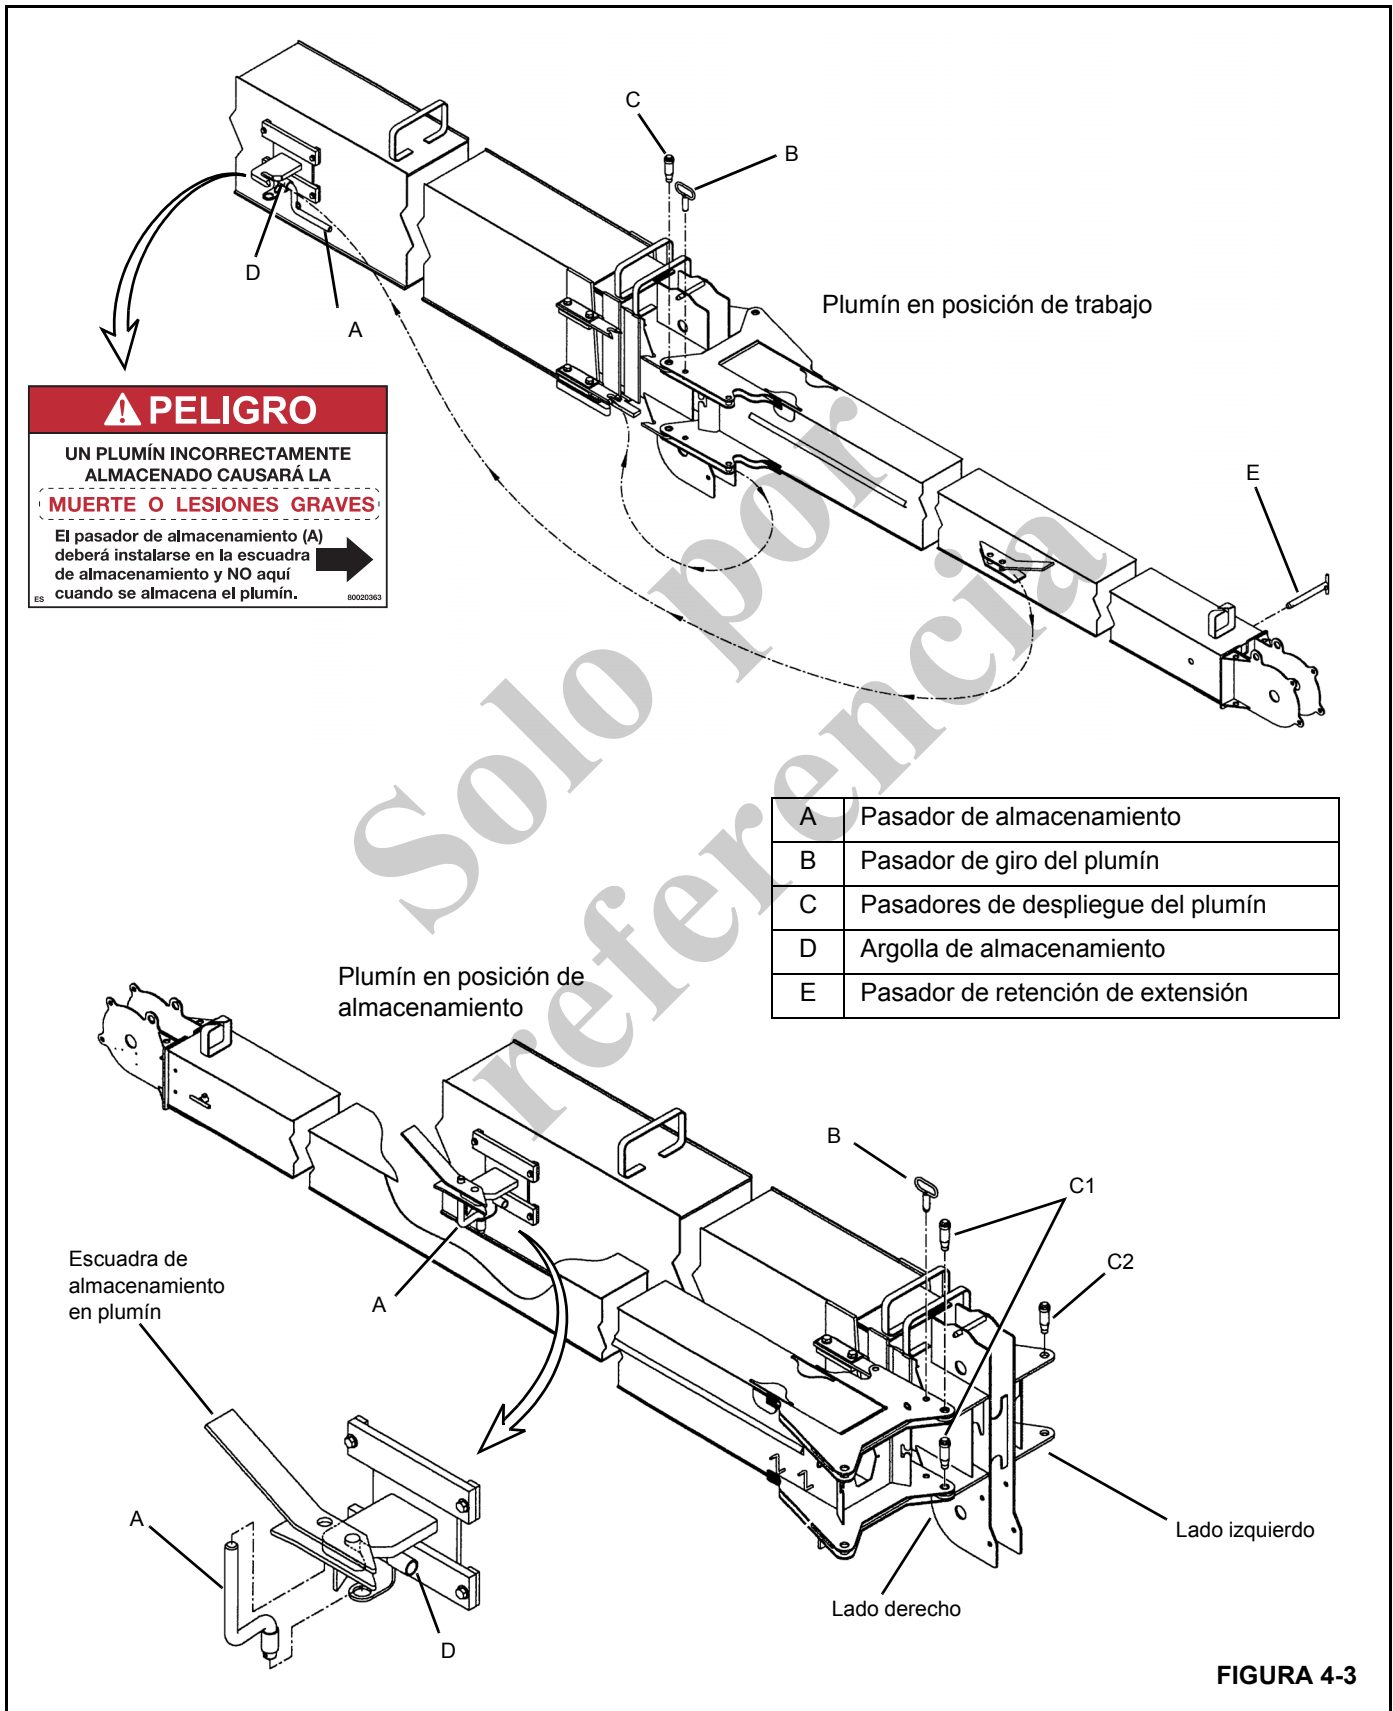

FIGURA 4-3
5. Verifique que el plumín esté debidamente almacenado (Figura 4-3):
- 11. No extienda/retraiga la pluma a menos que se encuentre en posición horizontal y se hayan extraído el pasador de almacenamiento (A) y el pasador de giro del plumín (B) durante los procedimientos de colocación o retiro de la posición de almacenamiento.